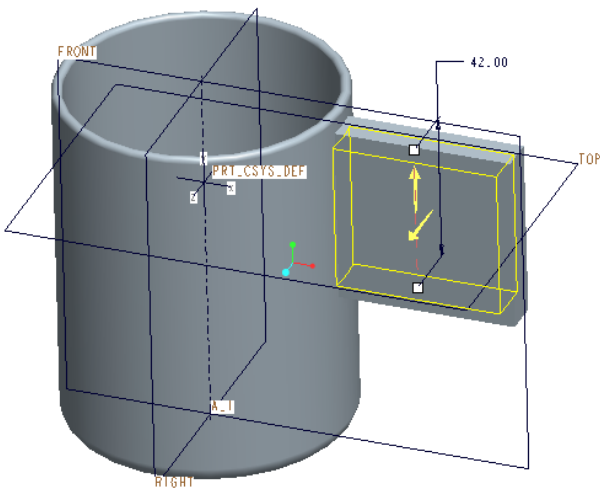

図 3-71 ハンドルの押し出し開始
- 次に「スケッチ完了」 でスケッチを完了して、図 3-71 に示すように「押し出し」 を開始する。